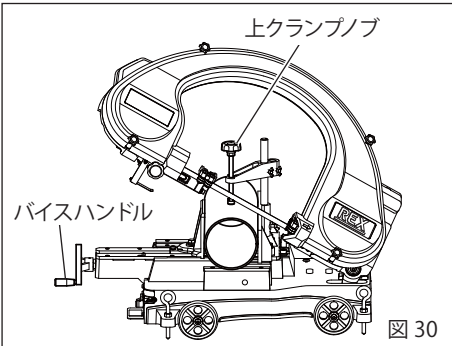

図 30
4. 切断材料の取外し（図 30）
①バルブレバーを右いっぱいまで回し、フレームの持ち手部を持って上げてください。（図 30）
②上クランプノブを反時計方向に回し、その後、バイスハンドルを反時計方向に回します。（図 30）
③切断材料を取外します。